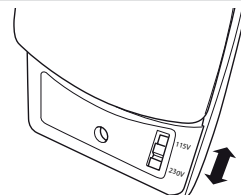

Abbildung 2
2. Schieben Sie den Netzspannungsschalter auf die gewünschte Stufe: 115 Volt oder 230 Volt (siehe Abbildung 2).